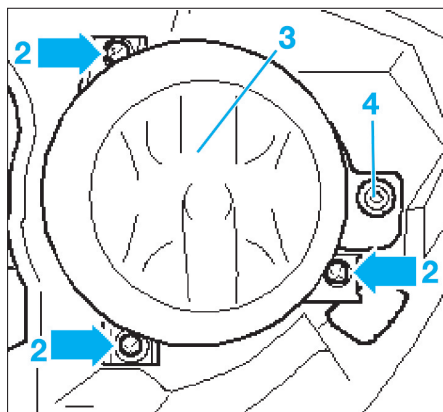

Fig. 8
- Déposer les trois vis (2) de maintien de l'anti-brouillard (3) (Fig.8).